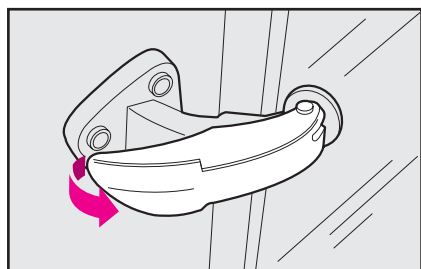

рис. 103
1) Переведите рычаг, как показано (рис. 103).